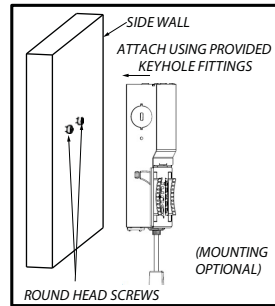

Figure 5
- MUST follow local electric code** for rigid attachment and placement of the remote driver box. (Figure 5)
- **DEVEZ suivre le code électrique local** pour la fixation et le placement rigides de la boîte de commande à distance. (Figure 5)